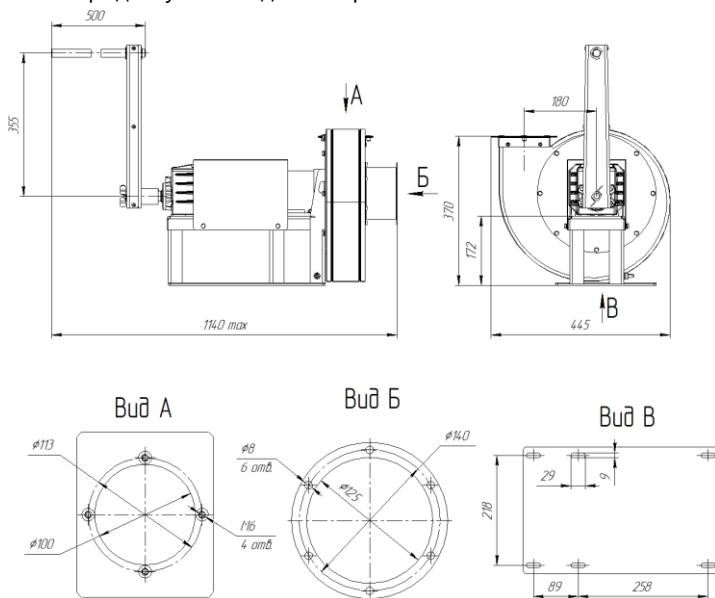

Рисунок 1 – Габаритні та приєднувальні розміри **ERV-2,5**
3.1 Загальний вигляд, габаритні, приєднувальні та настановні розміри вентиляторів повинні відповідати розмірам, вказаним на рис. 1 – 3 та у таблиці 1 та 2. Схема підключення електродвигуна наведена на рис. 4.